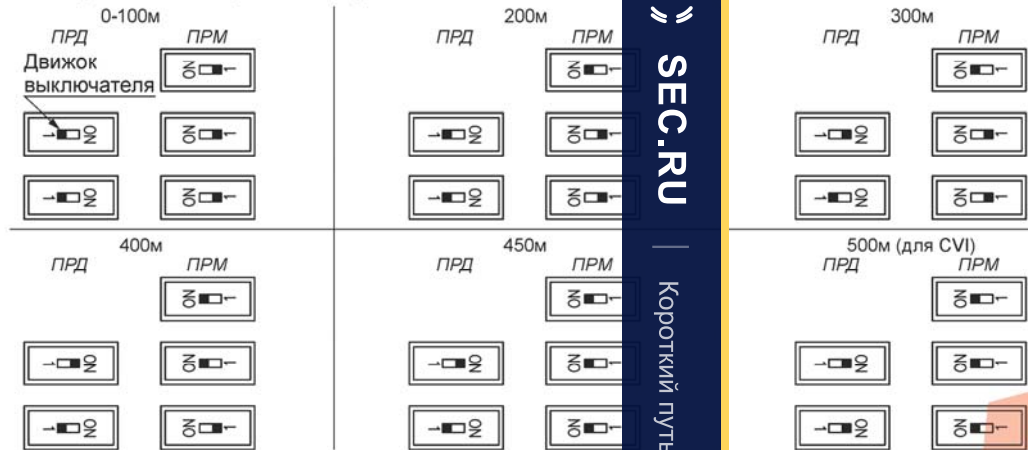

Рис.6 Выбор дальности переключателями дальности на задней стенке корпуса)
2. Положение переключателей передатчика и приемника для разных дальностей показано на рис.6.